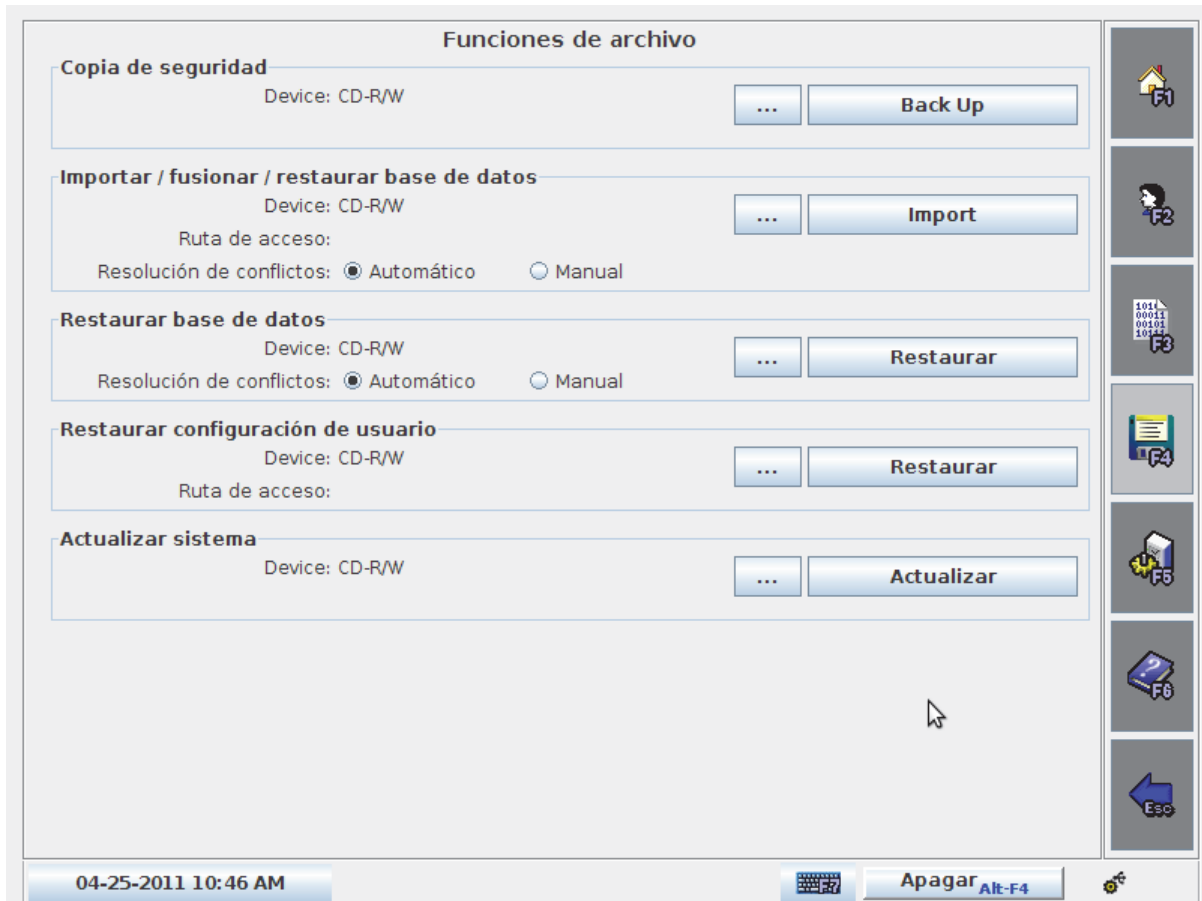

Figura 7-1 Pantalla File Functions (Funciones de archivo)
1. Seleccione File Functions (Funciones de archivo) (F4) para visualizar la pantalla de FUNCIONES DE ARCHIVO (Figura 7-1).
1. Seleccione File Functions (Funciones de archivo) (F4) para visualizar la pantalla FILE FUNCTIONS (FUNCIONES DE ARCHIVO) (Figura 7-1).